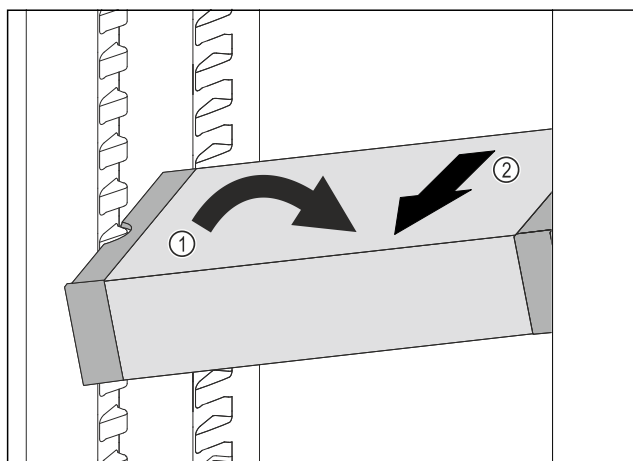

Fig. 220
- Poziționați oblic VarioSafe în frigider. Fig. 220 (1)
- Extrageți VarioSafe spre înainte. Fig. 220 (2)